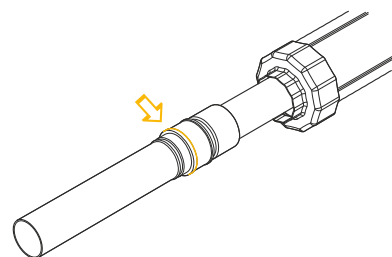

Рис. 4.5.12
13. После запрессовки визуально убедиться, что между буртом втулки пресс-фитинга и торцом гильзы подвижной нет зазоров (рис. 4.5.12).